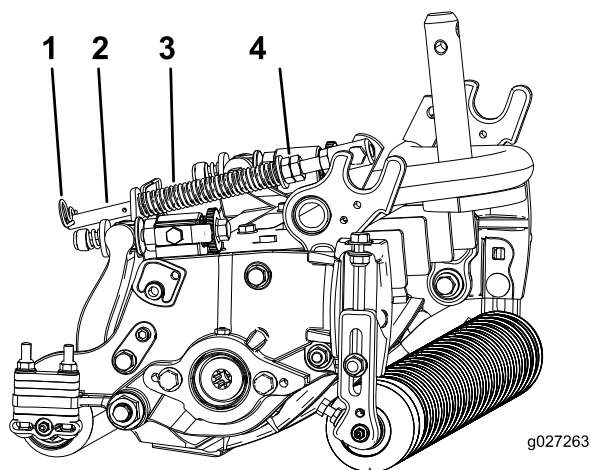

Bild 19
1. Stellen Sie sicher, dass der Splint in das hintere Loch in der Federstange eingesetzt ist (Bild 19).
2. Ziehen Sie die Sechskantmuttern vorne an der Federstange an, bis die komprimierte Länge der Feder 12,7 cm beträgt, siehe Bild 19.